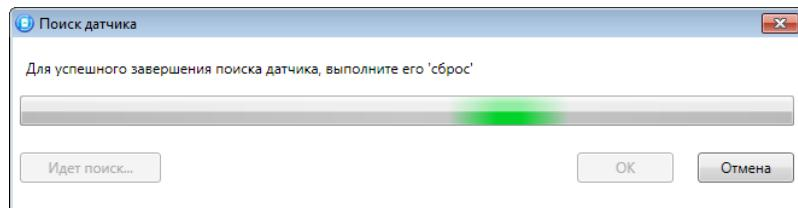

Рисунок 4.33 — Поиск радиоустройства
- После нажатия кнопки *OK* начнется поиск радиоустройства контроллером (см. рисунок 4.33). Для того чтобы устройство было найдено контроллером, его следует перевести в режим связывания (выполнить «сброс»).